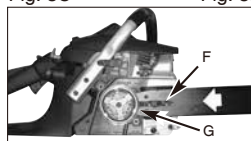

Fig. 3E
4. Pladser den slidseende ende af sværdet over sværdbolt (F). Skub sværdet bag koblingstrømlen (G), indtil det stopper (Fig. 3E).